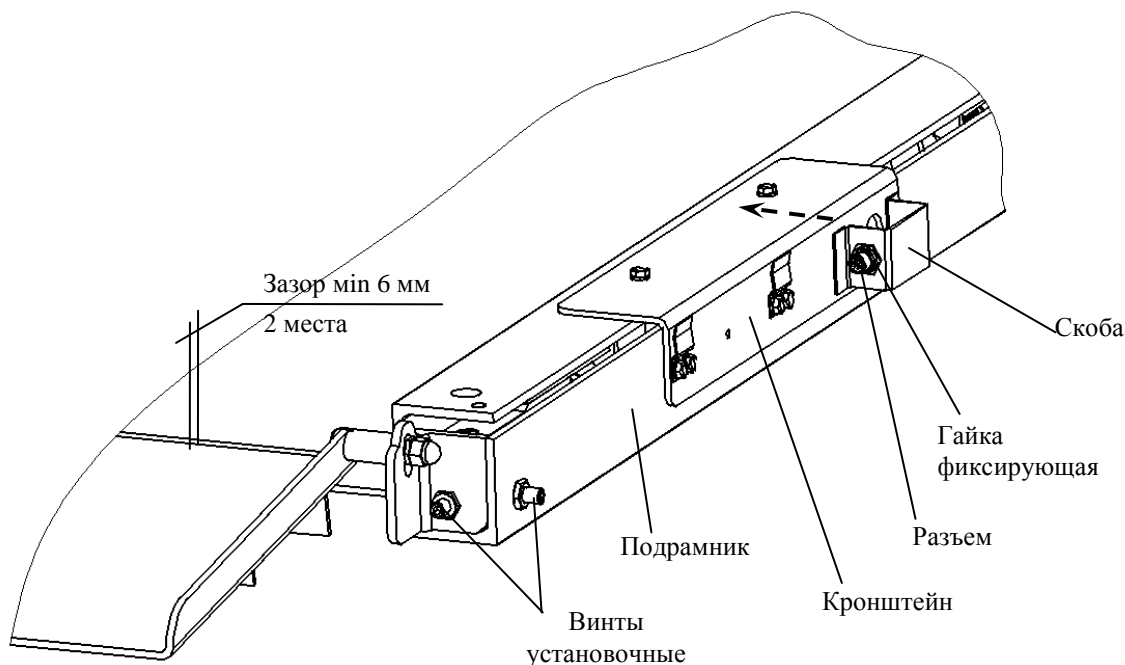

Рис. 10.8 - Фрагмент модуля 4D- LA_ (с кронштейном)
10.3.7.1 Расконтрить гайки установочных винтов (Рис. 10.8) и отвернуть установочные винты (8 шт.) на 6 оборотов.
В модификации модуля **без кронштейна** (на Рис. 10.8 модификация с кронштейном) во избежание обрыва кабеля-концентратора, предварительно, перед выполнением п. 10.3.7.2, отвернуть фиксирующую гайку. Протолкнуть разъем внутрь скобы и протянуть кабель-концентратор с разъемом внутрь подрамника в направлении, указанном стрелкой (см. п. Рис. 10.8).
10.3.8.1.1 Расконтрить гайки установочных винтов (см. Рис. 10.8) и выкрутить установочные винты (8 шт.) на 6 оборотов.
☞ В модификации модуля **без кронштейна** (на Рис. 10.8 модификация с кронштейном) во избежание обрыва кабеля-концентратора предварительно, перед выполнением п. 10.3.8.1.2, отвернуть фиксирующую гайку. Протолкнуть разъем внутрь скобы и протянуть кабель-концентратор с разъемом внутрь подрамника в направлении, указанном стрелкой (см. Рис. 10.8).
10.3.8.1.2 Отвернуть фиксирующую гайку. Протолкнуть разъем внутрь скобы и кронштейна (см. Рис. 10.8).
В модификации модуля **без кронштейна** (на рисунке Рис. 10.8 модификация с кронштейном) осторожно, без повреждения кабеля-концентратора, установить модуль в подрамник. Протянуть разъем кабеля-концентратора через отверстие в подрамнике и закрепить на скобе фиксирующей гайкой. Перейти к п. 11.3.8.2.7.
10.3.8.2.7 Вращая установочные винты, отрегулировать положение модуля так, чтобы зазор между пандусами и модулем был не менее 6 мм (Рис. 10.8).